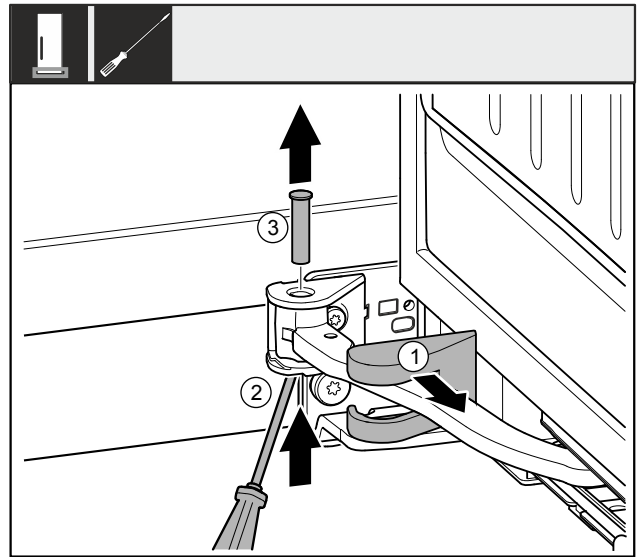

Fig. 8
- Retirer le cache du support de palier Fig. 8 (1) et le déplacer le long de la jointure.
- Soulever l'axe Fig. 8 (2) par le bas avec un tournevis.
- Retirer l'axe Fig. 8 (3) par le haut.